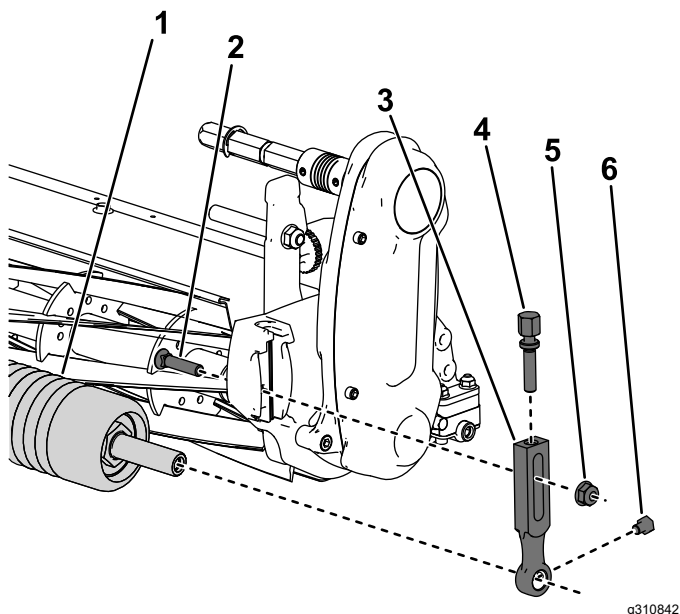

Figure 3
1. Retirez le boulon de charrue, la rondelle et l'écrou à embase qui fixent un des bras de réglage de hauteur de coupe au panneau latéral de l'unité de coupe (Figure 3).